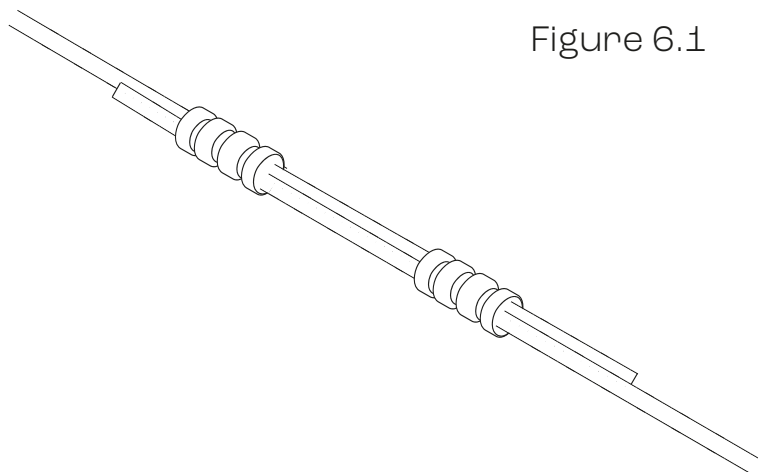

Figure 6.1
- › Sertissage avec des manchons correspondant au diamètre du câble (fig 6.1)